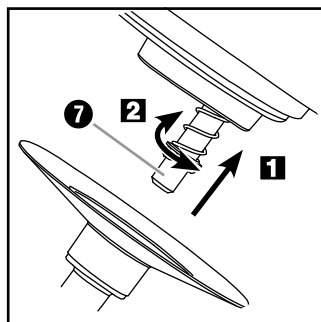

Fig. 2: Montering af redskaberne
- 6) Sæt æltekrogen 10, piskeriset 11 eller rørekrogen 12 på drivakslen 7 (fig. 2):
- Sæt æltekrogen 10, piskeriset 11 eller rørekrogen 12 (efterfølgende "redskabet") på drivakslen 7, så begge metalstifter på drivakslen 7 går ind i udskæringerne på redskabet 10 11 12 (fig. 2 / 1).
- Sæt redskabet 10 11 12 godt fast på drivakslen 7, så fjederen trykkes sammen, og drej samtidig redskabet 10 11 12 en smule mod urets retning (i retningen 2) (fig. 2 / 2).